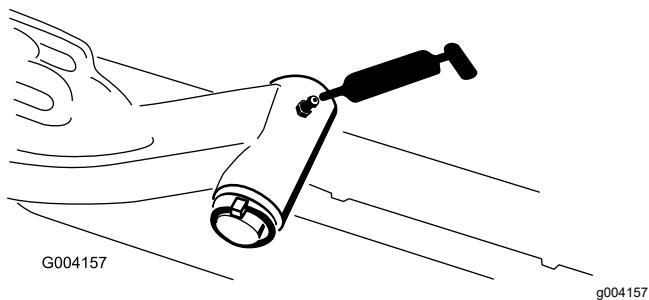

Рисунок 73
- Ось поворота подъемного рычага (по 1 шт.) (Рисунок 73)